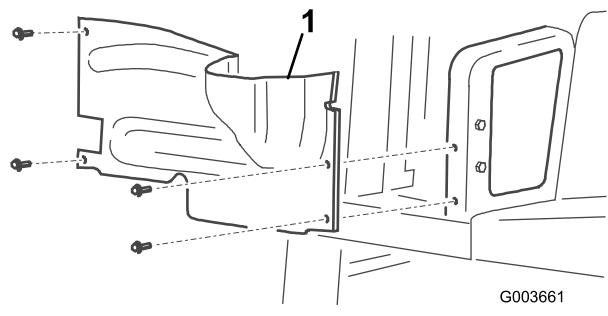

Bild 2
5. Nehmen Sie die vier Schrauben ab, mit denen das rechte Radabdeckblech am Rahmen befestigt ist und nehmen Sie das Abdeckblech ab (Bild 2).